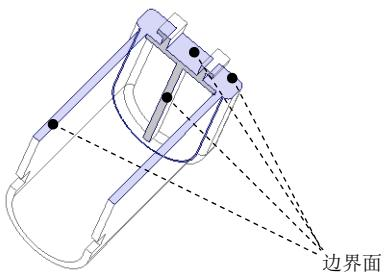

图 9.10 定义边界面
① 按住 Shift 键，选取图 9.10 所示的参考模型的四个曲面为边界面，此时图中所示的边界面会加亮。